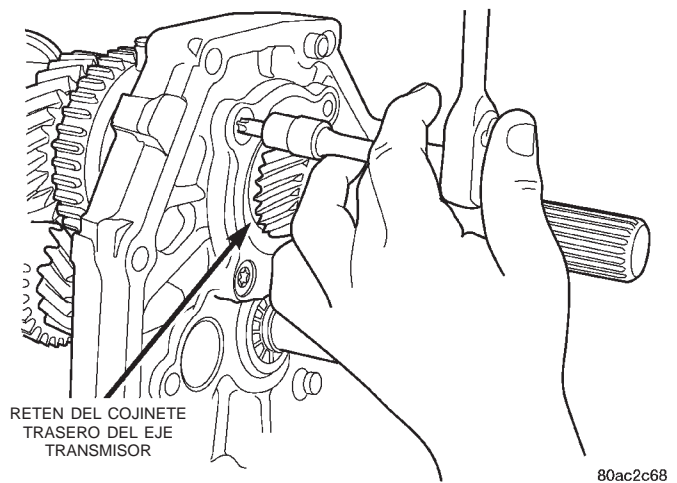

Fig. 58 Desmontaje del retén del cojinete trasero del eje transmisor
(11) Retire los pernos que fijan el retén del cojinete trasero del eje transmisor a la placa intermedia y retire el retén (Fig. 58).